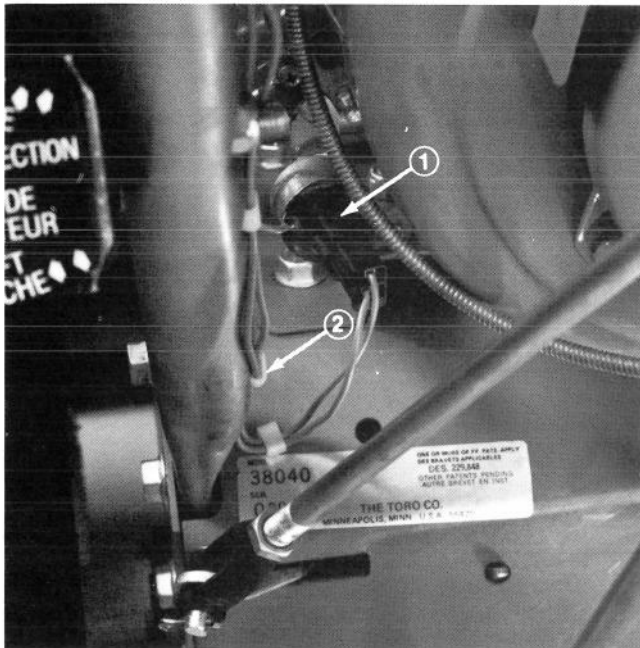

Abb. 12
1. Griffkabel fest in den Stecker am Motor einstecken (Abb. 12).
2. Plastikschele, welche die Kabel festhält in das Loch oben links am Hauptrahmen drücken (Abb. 12).